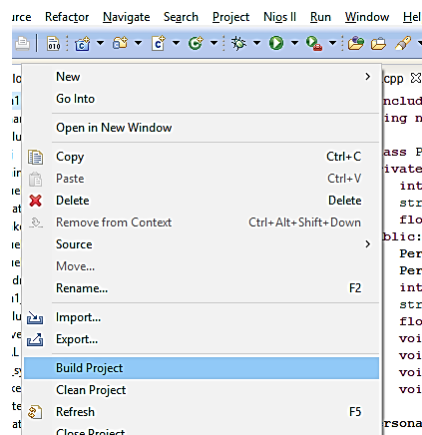

Ilustración 28 - Compilación del proyecto
34. Luego proceda a hacer clic derecho en la carpeta *FINAL* y seleccione la opción *Build Project* como se muestra en la Ilustración 28.